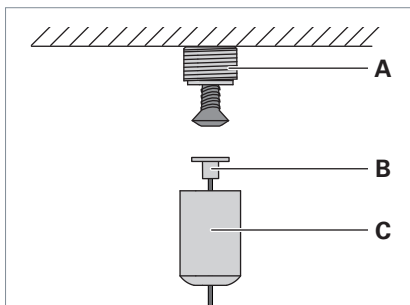

Fig. 10: Montaggio dell'elemento di fissaggio al soffitto.
- ▶ Avvitare al soffitto la filettatura **A** alla distanza **a** dall'elemento di fissaggio montato in precedenza e utilizzando una vite idonea, vedi Tab. 2 e Fig. 10.